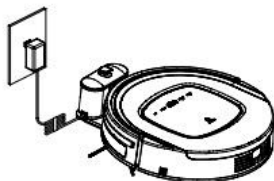

рис. 2
- Или нажмите кнопку **HOME** на роботе или «HOME» на пульте ДУ, для того чтобы робот направился к базе для подзарядки (см. рис. 2).
Выньте резиновую пробку резервуара, наполните его водой, и затем плотно вставьте резиновую пробку на место во избежание утечки воды (см. рис. 2).